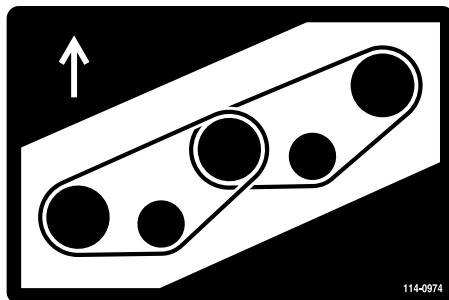
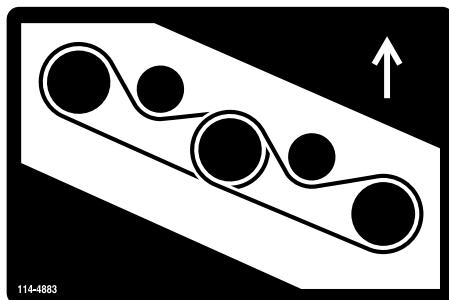

図 85
図 86
7. スピンドルブーリとアイドラブーリアセンブリに新しいベルトを回しかける図 85と図 86。